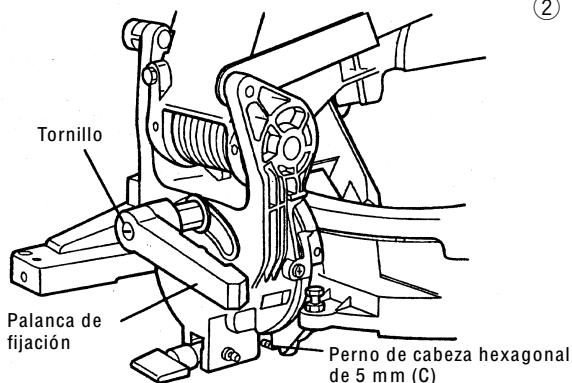

Fig. 7
- ② Coloque la palanca de fijación en el collar del mango, y luego apriete el tornillo de la manera indicada en la fig.7.
Antes de expedirse de fábrica, la herramienta eléctrica ha sido ajustada para cortes en bisel con ángulos de 0°, hacia la derecha, 45° hacia la izquierda, y un corte en bisel con un ángulo de 45° hacia la derecha con un perno de 6 mm (A), un perno de 6 mm (B), y un perno de cabeza hueca hexagonal de 5 mm (C) (véase Fig. 7).
Para cambiar el ajuste, gire el perno de 6 mm (A), el perno de 6 mm (B) o el perno de cabeza hueca hexagonal de 5 mm (C) (véase Fig.7) y cambie su altura.